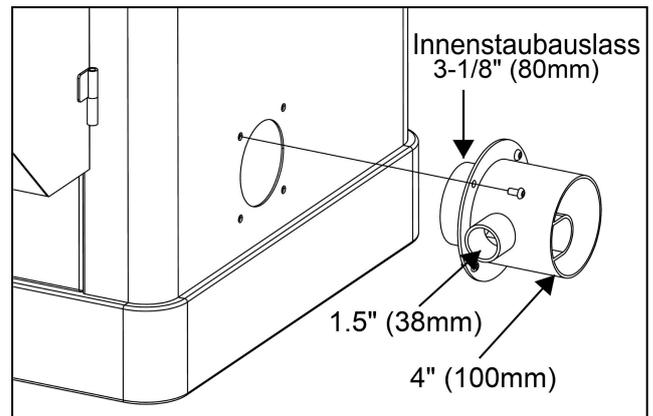

Abb.13
1. Installation des Staubauslasses (**Abb.13**). Wie in **Abb.13** gezeigt, befestigen Sie den Staubauslass am Schrank und schließen Sie dann das Balg an den Staubauslass an.